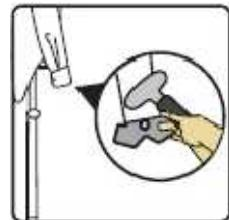

fig.30
- Introduzca la mini plancha en la manga y pláñchela realizando un movimiento vertical. (fig.30)